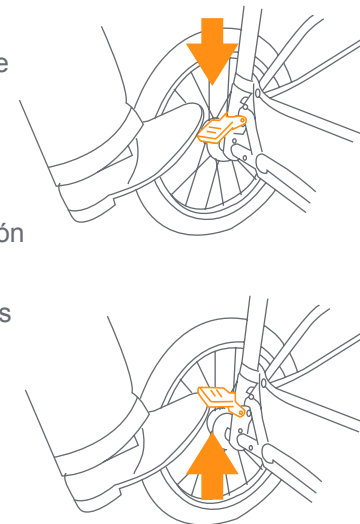

Fig. 15
- 15)** • To engage brakes, apply light downward pressure to the brake lever located on each rear wheel. The stroller may require slight forward or rearward movement in order to line up the teeth on the brake with each wheel brake cluster (Fig. 15).
- Para aplicar los frenos, ejerza una ligera presión hacia abajo a la palanca del freno situada en cada rueda trasera. El carrito podría requerir un leve movimiento hacia delante o hacia atrás para alinear los dientes del freno con el piñón del freno de cada rueda (Fig. 15).